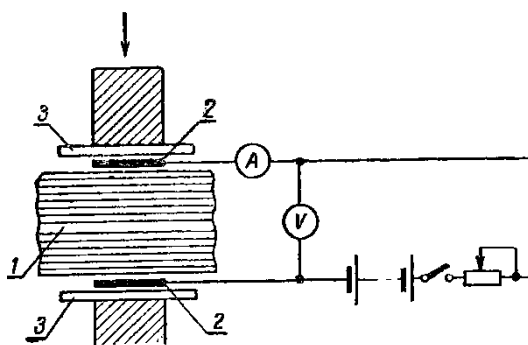

Рисунок 24.1 – Схема определения сопротивления изоляции листов активной стали:
- собрать электрическую схему (рисунок 24.1);